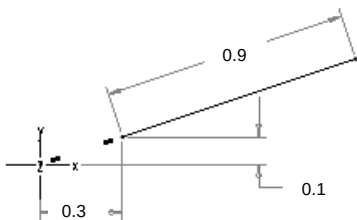

图 3.3.18 图形特征
如图 3.3.17a 所示，曲线 1 是实体表面上的一条草绘曲线，现需要垂直于该表面创建一条偏移曲线，其偏移值由一图形特征来控制，如图 3.3.18 所示。操作步骤如下：
Step1. 将工作目录设置至 D: \Creo1.2\work\ch03\ch03.03，然后打开文件 curve_offset_surface.prt。在打开的模型中，已经创建了一个图 3.3.18 所示的图形特征。